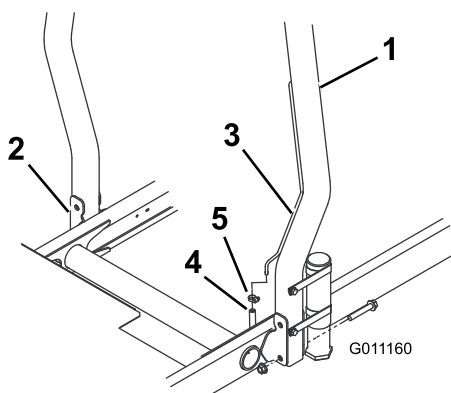

Рисунок 12
от опрокидывания находится с левой стороны машины (Рисунок 12).
- Прикрепите каждую сторону штанги защиты от опрокидывания к монтажным кронштейнам с помощью 2 (двух) болтов с фланцевыми головками и контргаяк (Рисунок 12). Затяните крепежные детали с моментом 81 Н·м.